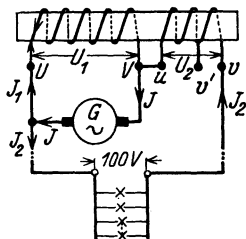

Abb. 223. Spartransformator zu Aufgabe 300.
**300.** Eine längere Leitung hat einen Echtwiderstand  $R_{\Omega} = 0,12 [0,15] \Omega$ . Am Ende dieser Leitung sollen Glühlampen für 100 [120] V und 80 [60] A angeschlossen werden. Die vorhandene Stromquelle gibt aber nur 100 V Klemmenspannung, so daß die in der Leitung verlorene Spannung durch einen Transformator erzeugt werden muß. Hierzu soll ein Spartransformator ( $SpT$ ) als Spannungserhöher dienen, d. i. ein Transformator, dessen primäre und sekundäre Wicklungen in Reihe geschaltet sind (Abb. 223). Gesucht wird:
Zu c): In den primären Windungen fließt, wie aus der Abb. 223 hervorgeht, der Strom  $J_1 = J - J_2$ , also ist  $J_1 = 87,7 - 80 = 7,7 \text{ A}$ . Auch hier muß, bei Vernachlässigung der Verluste, die primär eingeleitete Leistung gleich der sekundären sein, d. h.  $100 \cdot 7,7 = 770 \text{ W}$  (genauer  $100 \cdot 7,68 = 768$ ), während die sekundäre Leistung (siehe a)  $768 \text{ W}$  betrug.